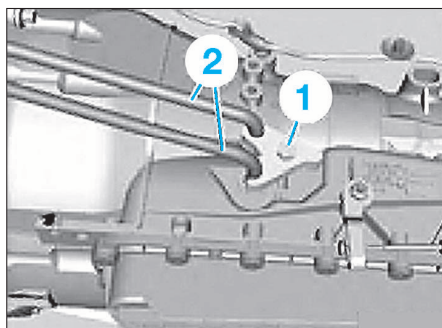

FIG. 12
- Déposer la vis (1) puis débrancher les conduites hydrauliques (2) en direction du radiateur d'huile de la boîte de vitesses (Fig.12).
- contrôler la position correcte des douilles de centrage (2) et (3). Remplacer les douilles de centrage défectueuses
- remplacer les bagues d'étanchéité des conduites hydrauliques (2) (Fig.12)